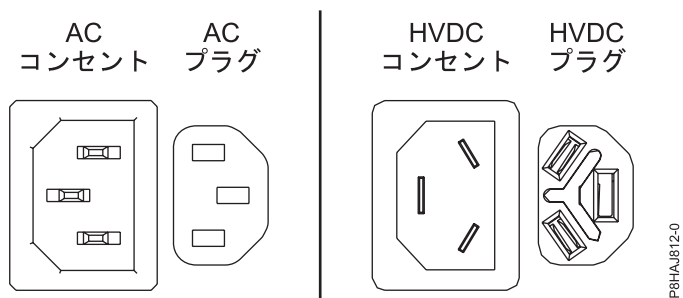
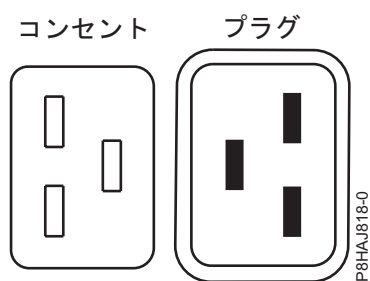
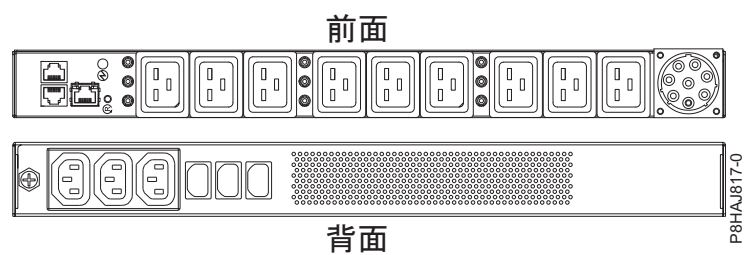

図 15. AC コネクターと HVDC コネクター
図 16. 8408-44E システムのコネクター
図 17. 8408-44E システムの PDU
47 ページの図 15 は、サポート対象の交流 (AC) コネクターおよび高電圧直流 (HVDC) コネクターを示しています。47 ページの図 16 および 47 ページの図 17 は、8408-44E のサポート対象のコネクターおよび電力配分装置 (PDU) を示しています。